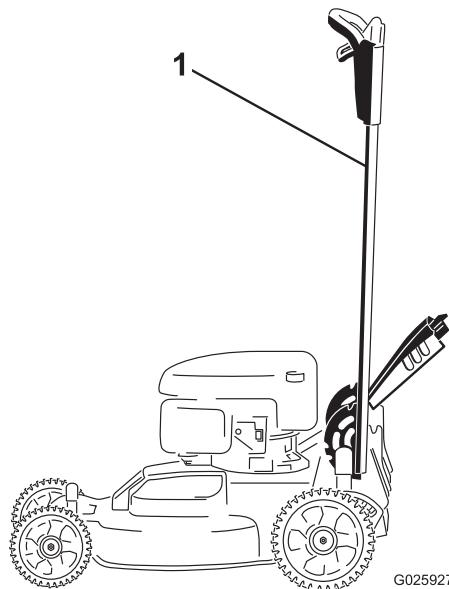

Figure 41
1. Verrouillez le guidon en position verticale (Figure 41); voir Réglage de la hauteur du guidon \(page 12\).